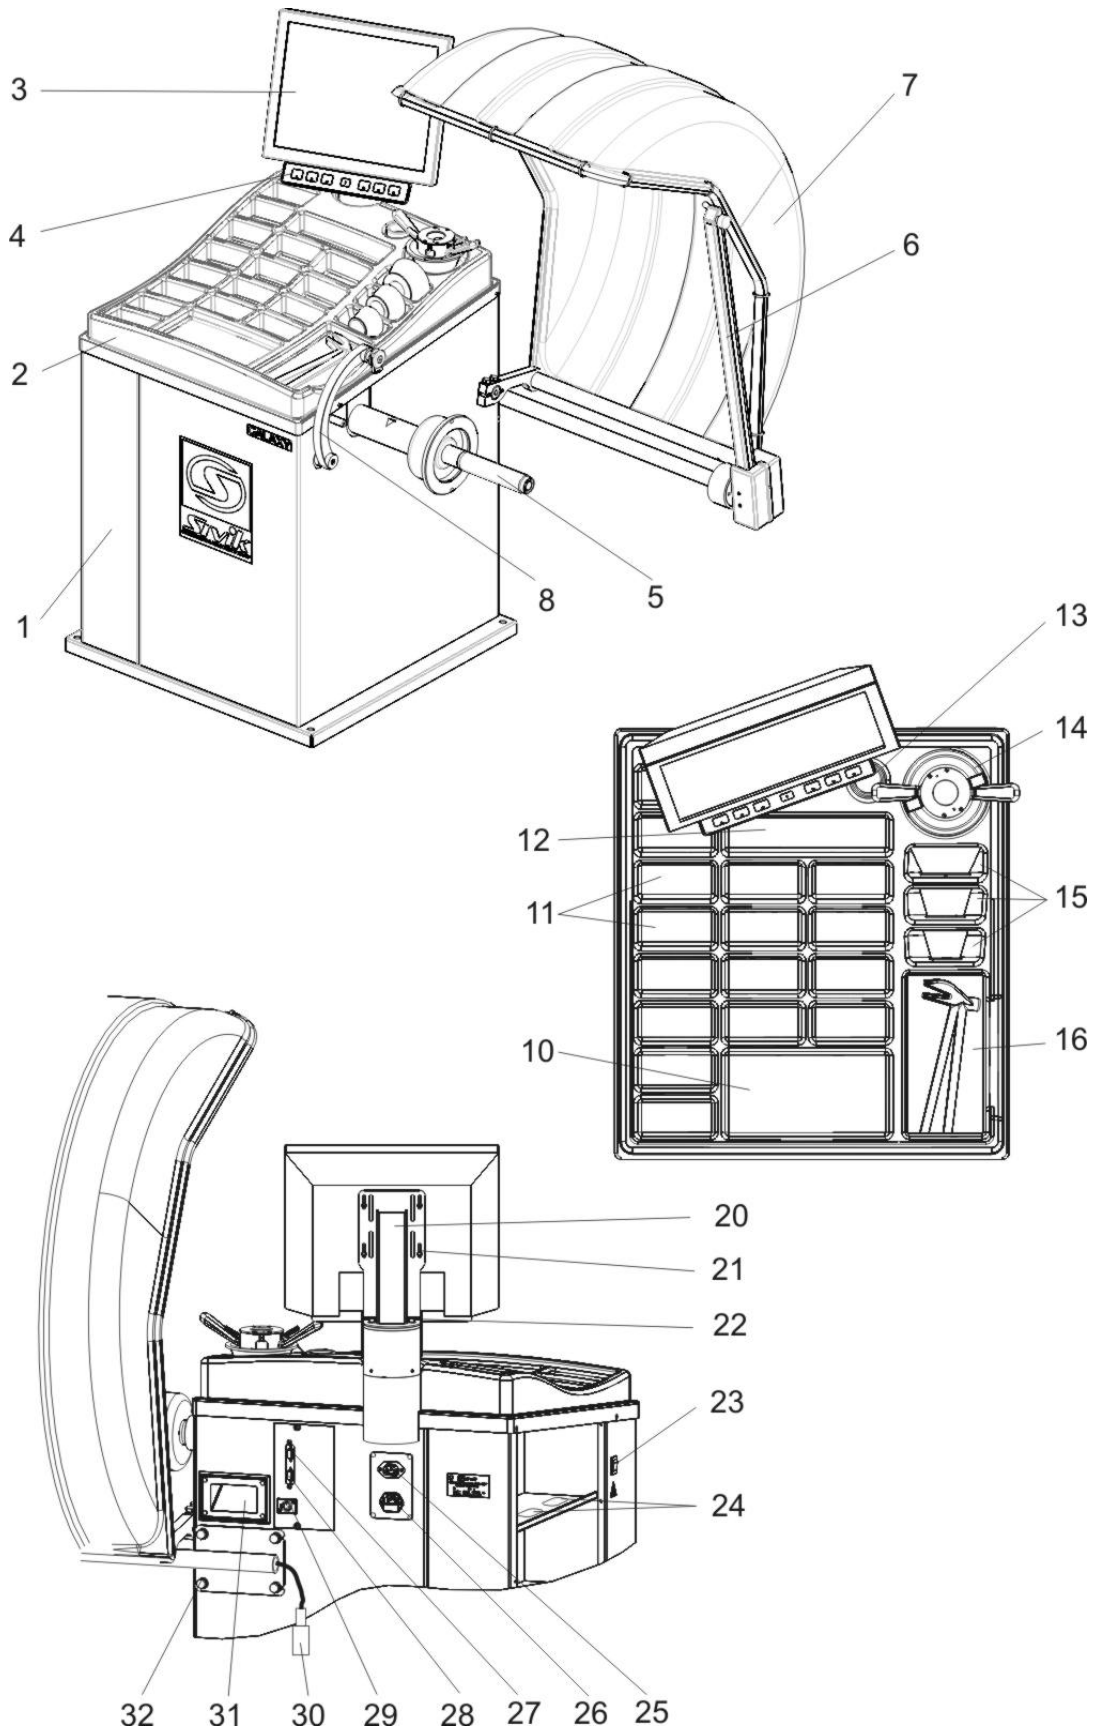

Рисунок 4.1
4.2.5 Закрепить вторую линейку 6 на корпусе с помощью 4 болтов с шайбами 32 и подключить вилку линейки 30 к гнезду 29 (рисунок 4.1).
4.2.7 Подключить видеокабель монитора к соответствующему разъему монитора и разъему 28 станка (рисунок 4.1).
4.2.9 Подключить монитор к питающей сети в зависимости от исполнения станка: или к разъему 25 (рисунок 4.1) на задней стенке станка, или к питающей сети, оборудованной розеткой с контактом заземления. Подключить сетевой шнур к гнезду 26 станка на задней панели корпуса станка и к питающей сети, оборудованной розеткой с контактом заземления.